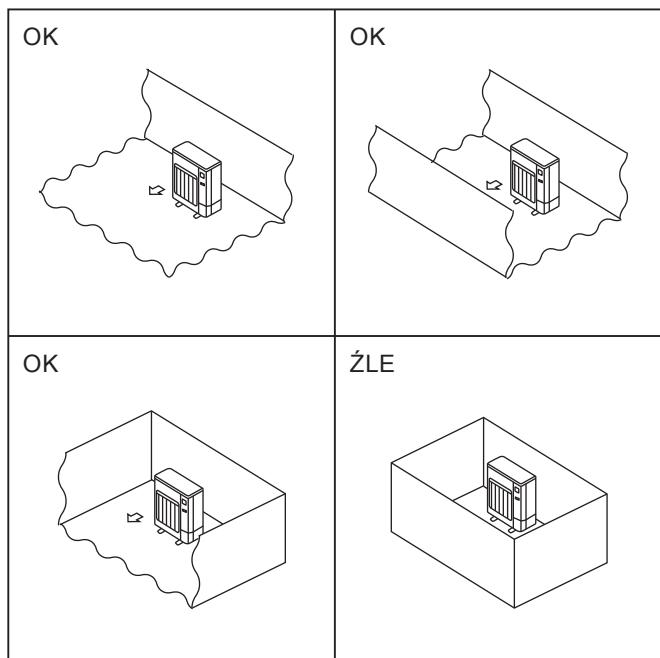

Fig. 2-1
- ◎ Jednostki zewnętrzne należy montować w miejscach, które są otwarte z co najmniej jednej z czterech stron i oferują dostatecznie dużą powierzchnię bez zagłębień. (Fig. 2-1)